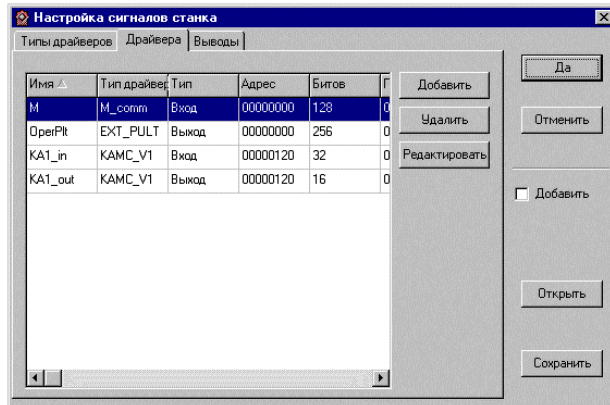

Рисунок 1.9 – Диалоговое окно создания драйвера
- диалоговое окно создания драйвера (рис. 1.9). С помощью этого диалогового окна описываются используемые платы в контроллере автоматики. Типы драйверов определяют процедуру обработки подключаемых плат контроллера;